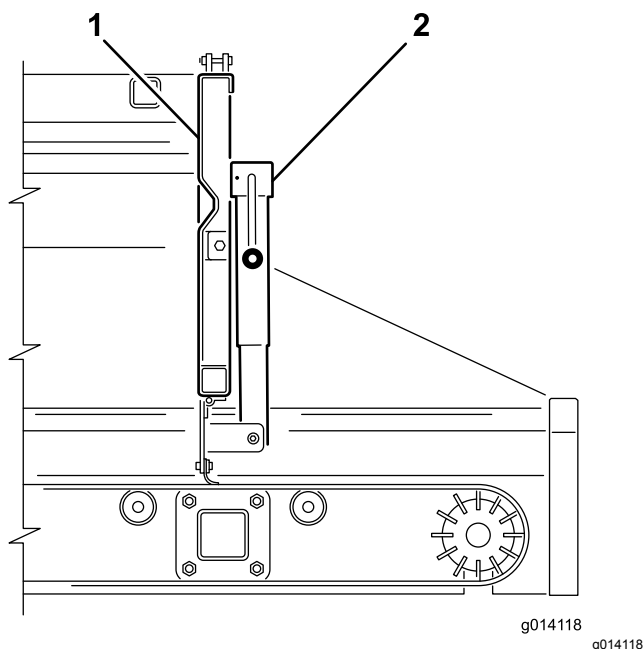
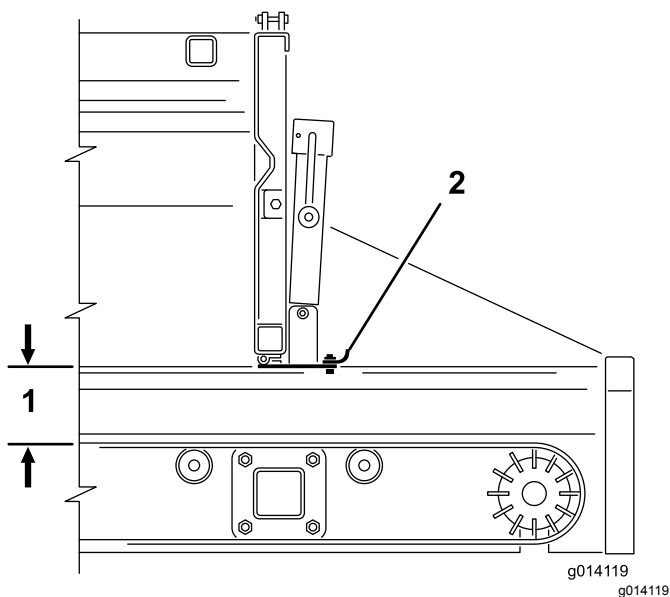

Figure 39
Figure 40
2. Avec la poignée de béquille, ouvrez ou fermez la partie réglable de la trappe arrière (Figure 39 et Figure 40). Cela limite l'écoulement de matériau quand un accessoire est utilisé.